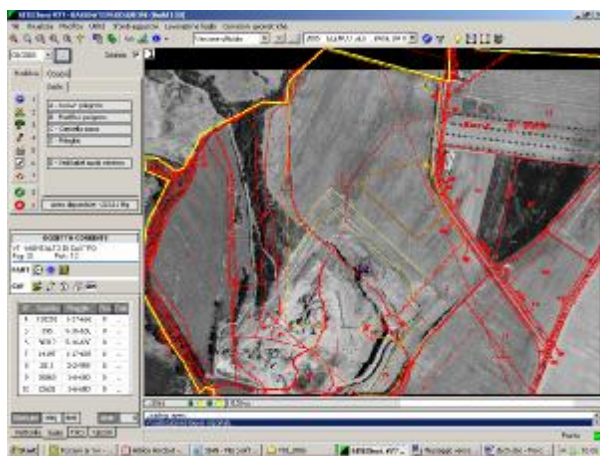

Figura 20
- dopo lo scarico dati sul sistema centrale SitiClient applica automaticamente ai poligoni GPS e SUOLO lo *shift* di cui al punto a), determinando in caso di spostamento significativo un ritaglio non desiderato del poligono suolo GPS sui limiti particellari (**Figura 20**);